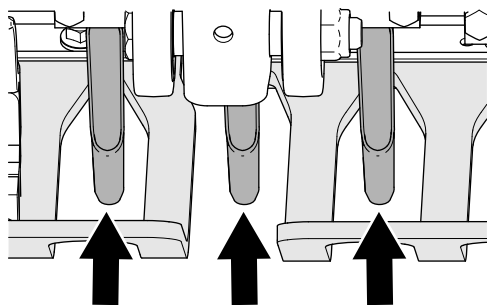

図 44
4. タインがターフガードのスロットの中心にあることを確認する  図 44。